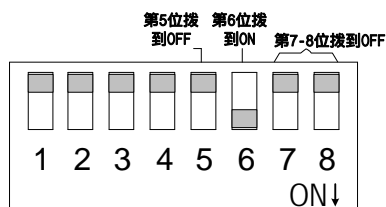

图 2.27 -5V~+5V 差分信号调速的拨码开关配置
-5V~+5V差分信号调速方式的码开关配置如图 2.27所示。拨码开关第 1-3 位配置电机额定电流（见表 2.2）；第 4 位配置堵转时间（见表 2.3）；第 5 位拨到OFF，第 6 位拨到ON，第 7、8 位均拨到 OFF（详情见表 2.4）。